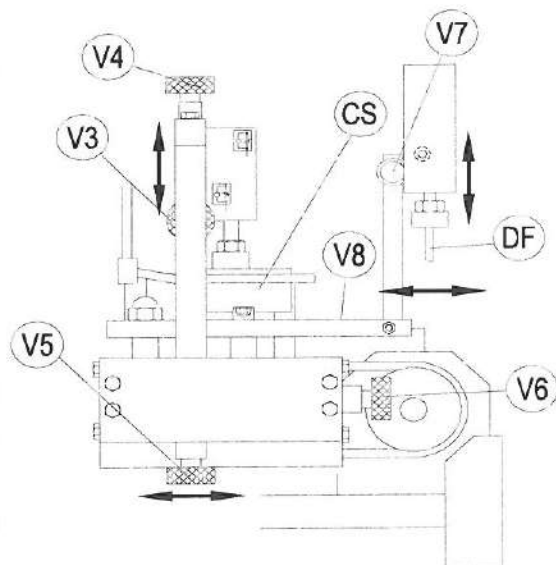

Figure 7
- Régler la position verticale du bac **CS** en fonction du type de capsule en dévissant le poignée **V4**; régler la position horizontale en dévissant le poignée **V5** et agir sur le poignée **V6** (figure 7).